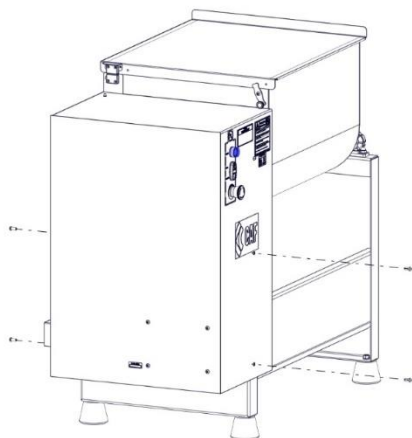

FIG. 9
b) Retire os parafusos da caixa de engrenagem (FIG. 9) e puxe-a para ter acesso ao conjunto de comandos elétricos da máquina.